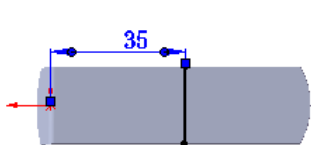
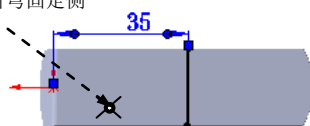

图 7.20 绘制的折弯线
图 7.21 固定侧的位置
② 定义折弯线草图。在草图环境中绘制图 7.20 所示的折弯线。
③ 选择下拉菜单 **插入(I)** → **退出草图** 命令，退出草图环境，此时系统弹出“绘制的折弯”对话框。
(3) 定义折弯固定侧。在图 7.21 所示的位置处单击，确定折弯固定侧。